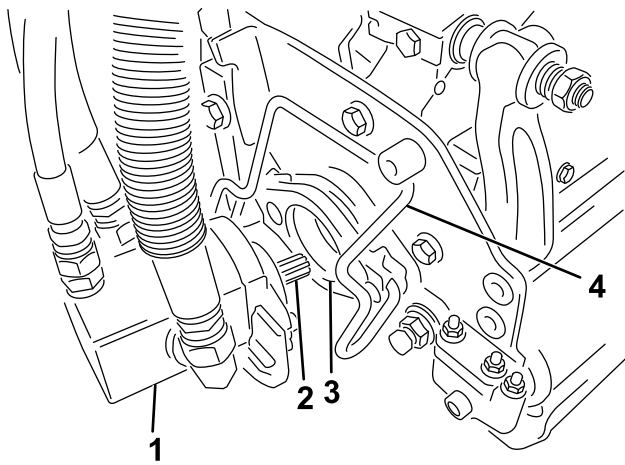

図 35
5. カッティングユニット用モータのスプラインシャフトにきれいなグリスを塗りつける (図 35)。
6. モータを、カッティングユニットの左側 (運転席から見て) に取り付け、カッティングユニットについているモータ固定バーを、モータの上から被せるようにセットし、モータの左右から「カチッ」というロック音が聞こえるまで押し下げる (図 35)。